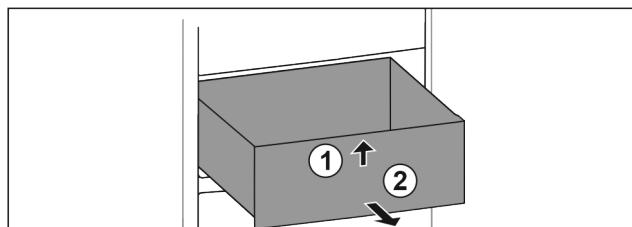

Fig. 15
- Podignite ladicu sprjeda. Fig. 15 (1)
- Izvadite ladicu prema naprijed. Fig. 15 (2)